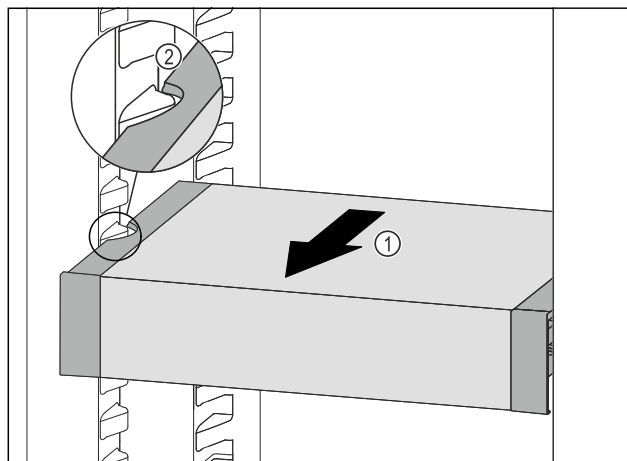

Fig. 118
- Изтеглете VarioSafe напред Fig. 118 (1), докато страничните прорези на VarioSafe се намират на височината на реброто на съда в хладилната част. Fig. 118 (2)